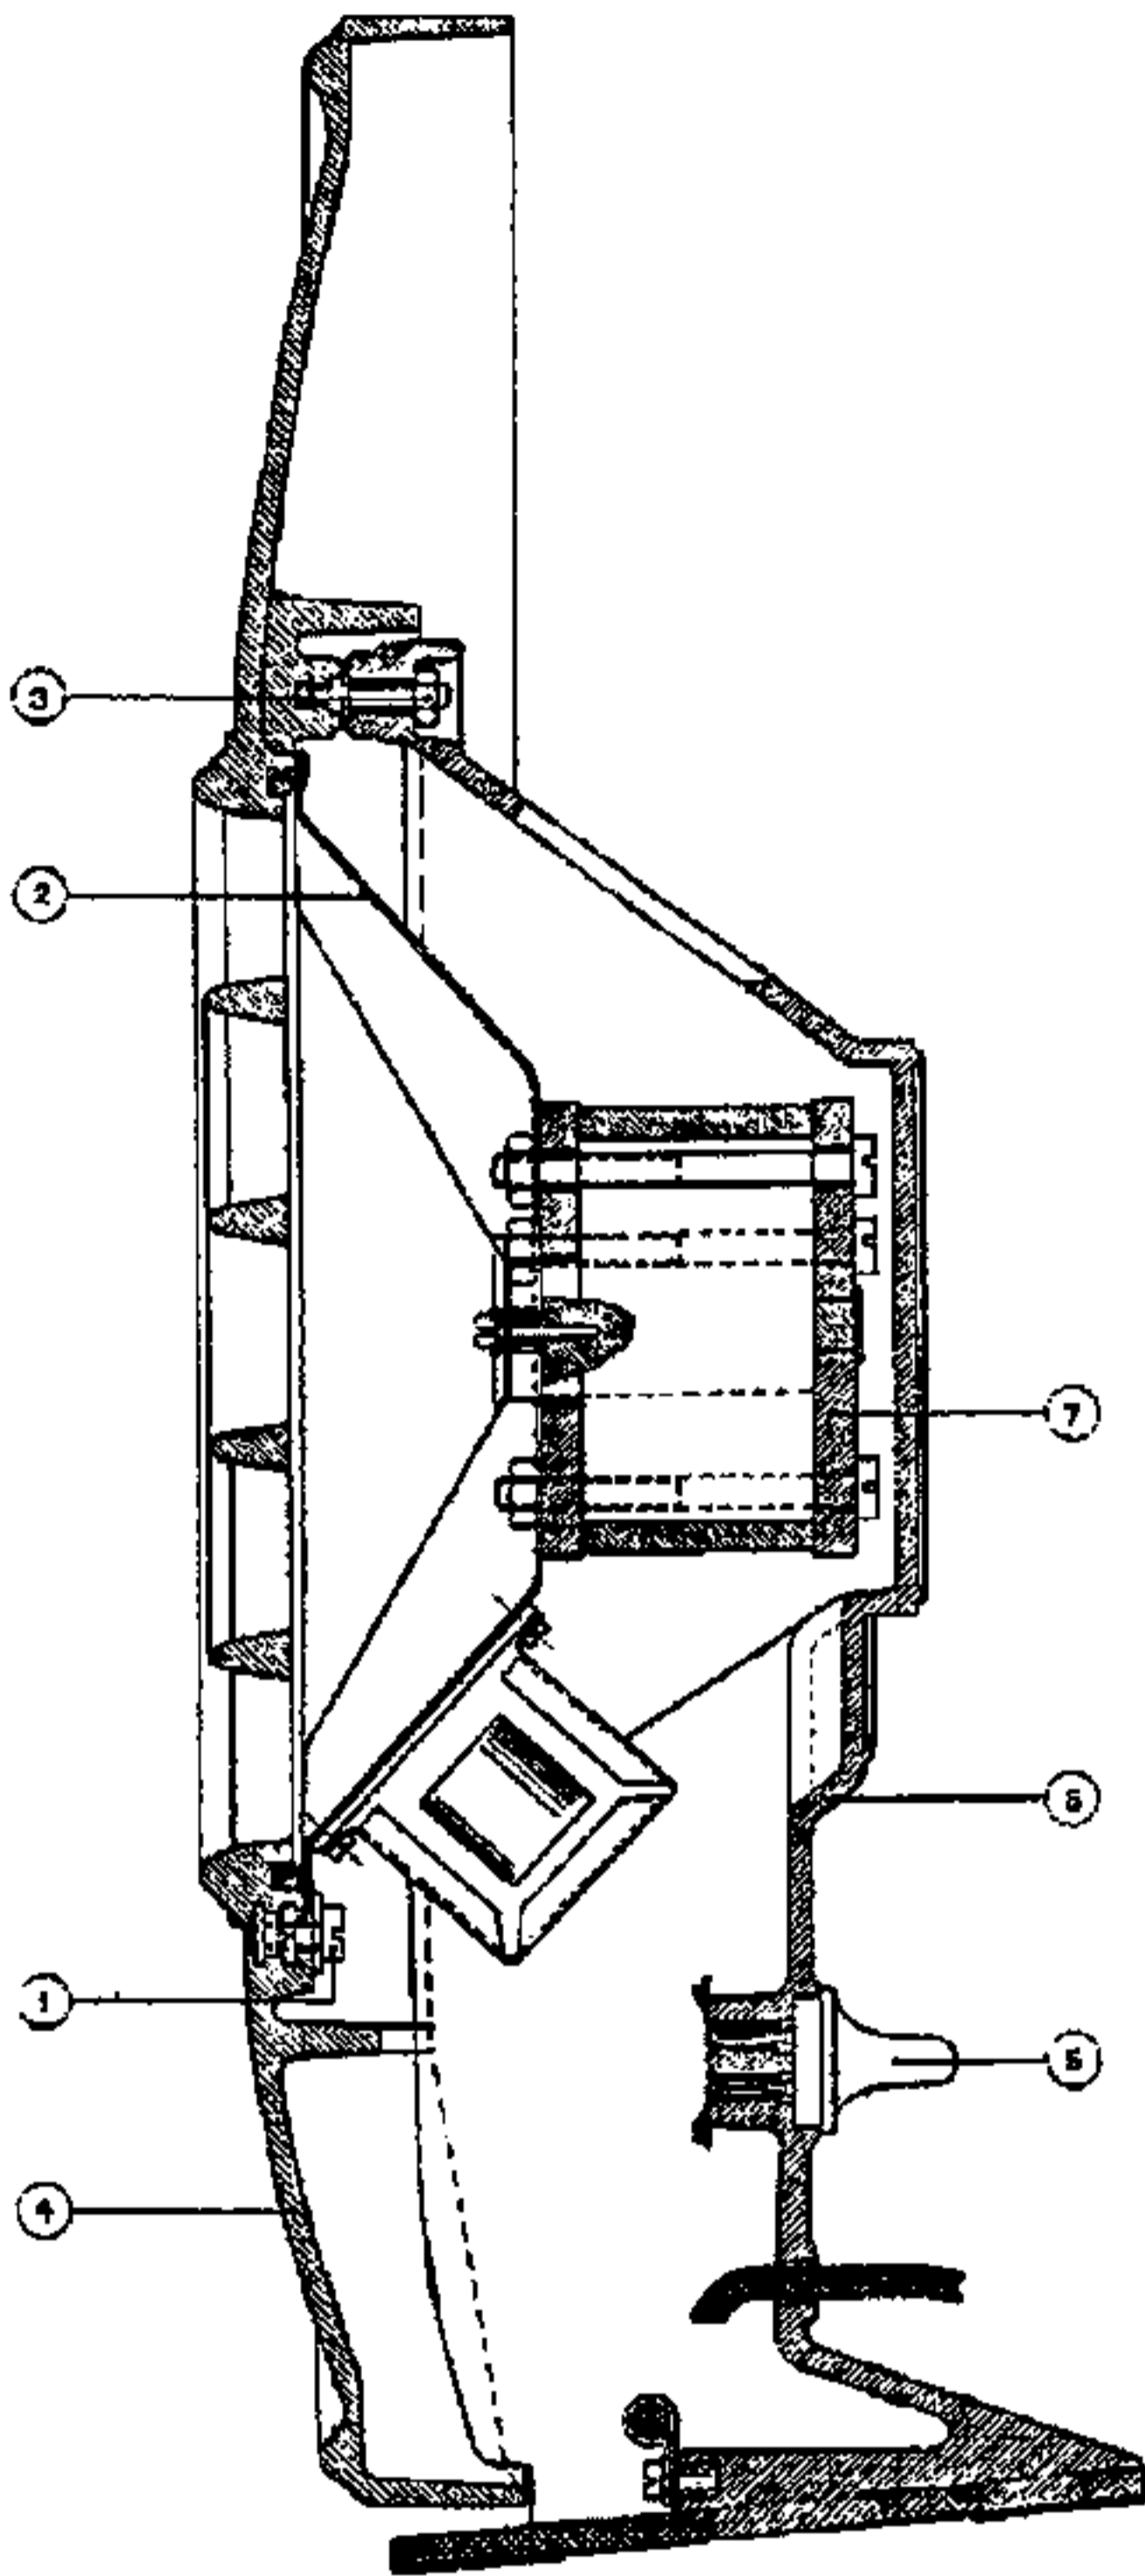

Fig. 1
HAUT-PARLEURS 2115 ET 2119 (fig. 1).
Pour démonter le haut-parleur, dévisser, après avoir enlevé le sceau de laque, les écrous (3) fixant la plaque frontale au pied. Après quoi, les connexions sur la plaque de jonction du transformateur, peuvent être dessoudées; la plaque frontale et le moteur de haut-parleur sont alors entièrement séparés. Il est ensuite très facile de défaire le moteur (vis 1). A la partie postérieure du haut-parleur se trouve une petite fiche avec laquelle il est très facile de mettre en circuit tout l’enroulement primaire ou la moitié. La figure 1 A en donne le schéma de montage.
LISTE DE PIÈCES DÉTACHÉES (Fig. 1).